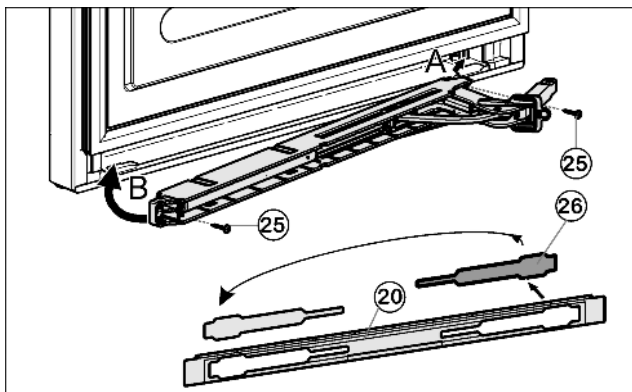

Fig. 15
- ▶ Освободите крышку Fig. 15 (26) из накладки Fig. 15 (20) и снова установите её на другой стороне.
- ▶ Зацепите (A) и поверните (B) узел амортизатора закрывания дверцы шарниром в сторону шарнира.
- ▶ Прикрутите (2 шт. Torx® 15) Fig. 15 (25) узел амортизатора закрывания дверцы.